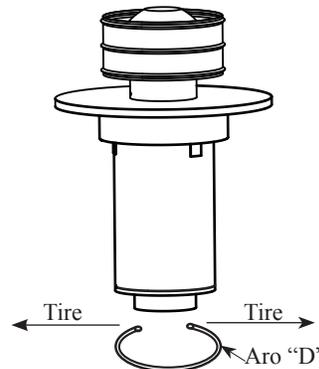

Figura 3: Módulo superior para la chimenea de ventilación para techo
5 Selección del módulo para la chimenea de ventilación para techo. La chimenea de ventilación coaxial para techo está dividida en dos módulos. El módulo inferior (vea la Figura 4) debe instalarse en el calentador de agua en la fábrica. El módulo superior para la chimenea de ventilación para techo (vea la Figura 3) debe permanecer en la caja del equipo coaxial y ser enviada dentro de la casa prefabricada para ensamblaje e instalación en la ubicación permanente de la casa.
A. Desensamble el módulo superior para la chimenea de ventilación para techo expandiendo el aro "D" según se muestra en la Figura 3. **NO** extraiga la banda de silicona del tubo de 3 in (7,6 cm); se utilizará para el ensamblaje final en la ubicación permanente de la casa.
C. Vuelva a colocar el módulo superior para la chimenea de ventilación para techo en la caja. Selle la caja con la etiqueta de advertencia de la caja (F) de color anaranjado brillante que se suministra. Asegúrese de que la caja de cartón se envíe junto con la casa prefabricada para el ensamblaje final del sistema de ventilación en la ubicación permanente de la casa.
C. Expande el aro “D” según se muestra en la Figura 3 de la página 1. Alinee el aro para que cada extremo quepa en los dos agujeros en el módulo superior de la chimenea de ventilación para techo y la ranura del módulo inferior de la chimenea de ventilación para techo a fin de trabar y unir de modo seguro los dos módulos.